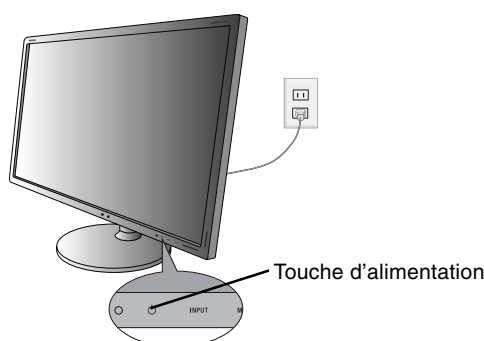

Figure C.1
7. Branchez le cordon d'alimentation dans la prise de courant (**Figure C.1**).
8. Allumez le moniteur avec la touche d'alimentation située à l'avant ainsi que l'ordinateur (**Figure C.1**).